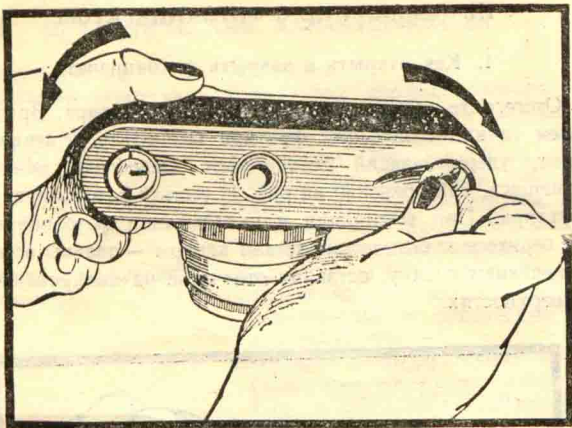
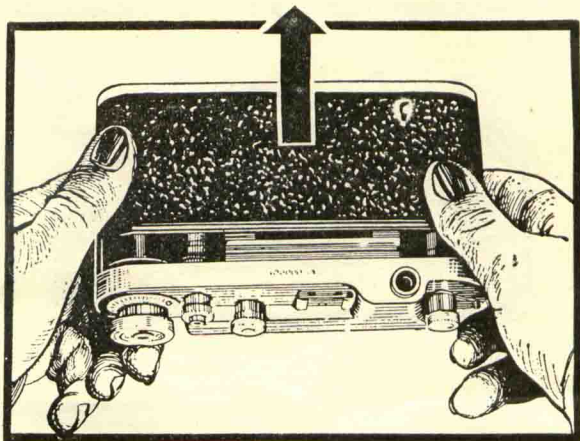
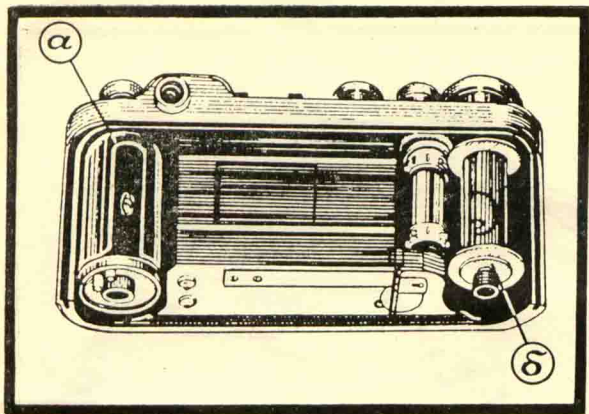

Рис. 2.
Рис. 3.
Рис. 4.
Повернув аппарат, поднимите ногтем дужки замков и поверните их на пол-оборота до упора, как показано на рис. 2. Нажимая большими пальцами, сдвиньте заднюю крышку (24), так чтобы ее край вышел из паза корпуса и снимите ее (рис. 3). Открытая камера показана на рис. 4.